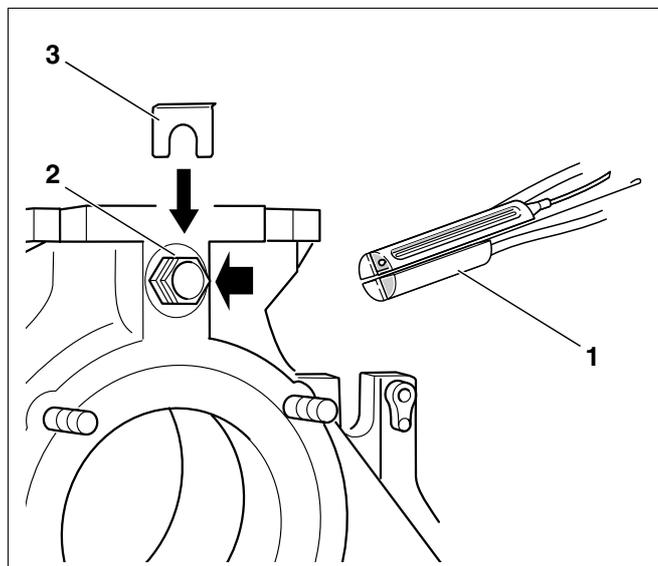

Рис. 62 Установка комплекта температурных датчиков
Комплект датчиков, подключенных к системе управления (три датчика, одна заглушка рис. 62, **поз. 1**) установить в погружную гильзу R $\frac{3}{4}$.
- Проложить капиллярные трубки к месту измерения в котле, там вставить датчики в погружную гильзу (рис. 62, **поз. 2**) и закрепить, установив фиксатор (рис. 62, **поз. 3**).